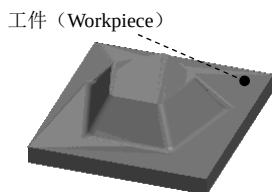

图 3.2.24 工件模型
Step3. 在“元件放置”操控板中选择 **默认** 选项，然后单击 **确定** 按钮，完成毛坯工件的放置，放置后如图 3.2.24 所示。